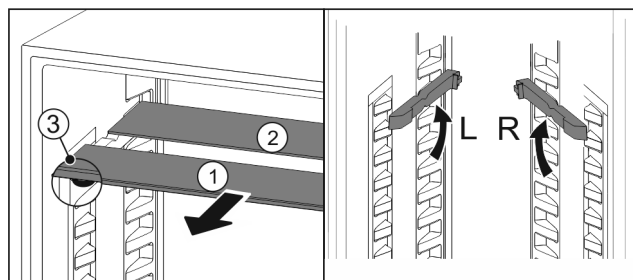

Fig. 177
- Extrageți Fig. 177 (1) pe rând plăcile de sticlă spre înainte.
- Placa de sticlă Fig. 177 (1) cu șipca decorativă se află în față.
- Opritoarele Fig. 177 (3) indică în jos.